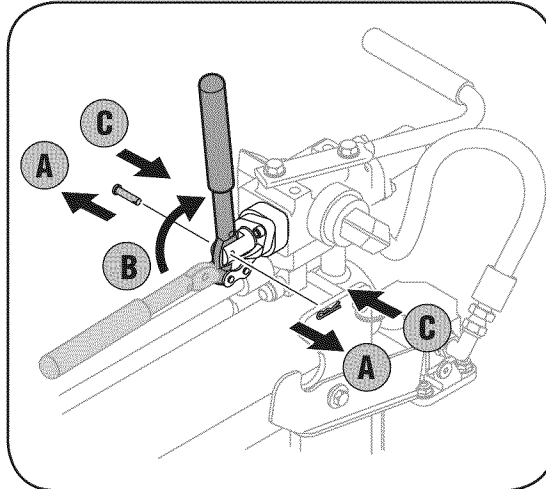

Figura 3-3
8. a. Quitar el alfiler de clevis y el clip de horquilla. Vea la Figura 3-3.